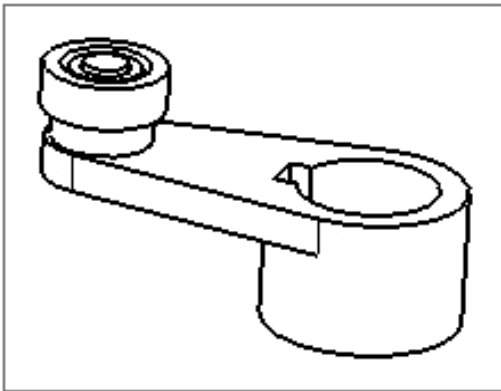
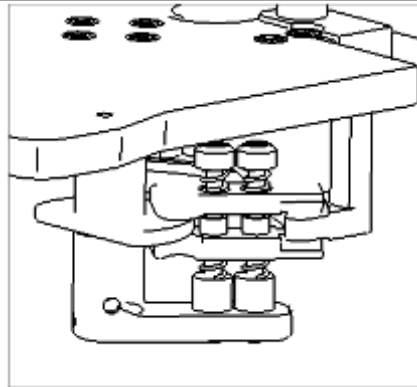

Рис. 8.4. Поворотный рычаг контактора
Рис. 8.5 Контактная система
8.2.3. Смажьте все подвижные части, включая подвижные и неподвижные контакты избирателя, как показано на рис.8.1; зубчатую передачу – рис.8.2; кулачок контактора - рис. 8.3; поворотный рычаг контактора – рис.8.4; контактную систему контактора - Рис. 8.5.